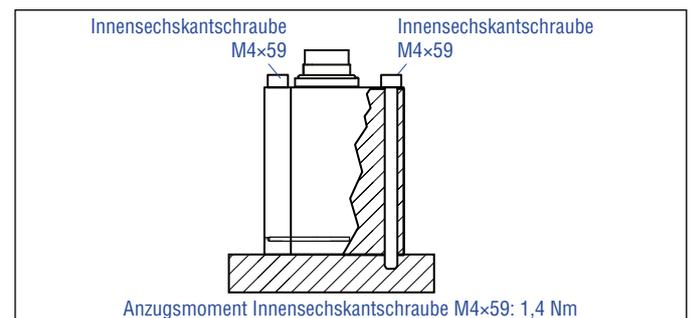

Abb. 22: Befestigung mittels Innensechskant-Schrauben M4x59
3. Montieren Sie das Sensorelektronikgehäuse über die drei Innensechskantschrauben M4x59 aus unmagnetischem Material. Anzugsmoment: 1,4 Nm (Abb. 22). Sichern Sie die Schrauben vor dem Einbau, z.B. mit Loctite 243. Entfernen Sie zuvor die drei Rändelmutter.
2. Montieren Sie das Sensorelektronikgehäuse über drei Innensechskantschrauben M4×59 aus unmagnetischem Material an dem Sensorrohr bzw. am HFP-Profil: Anzugsmoment: 1,4 Nm (Abb. 22). Sichern Sie die Schrauben vor dem Einbau, z.B. mit Loctite 243. Entfernen Sie zuvor die drei Rändelmutter.
- Montieren Sie den Sensor über den Flansch mit den drei Innensechskantschrauben M4x59 aus unmagnetischem Material. Anzugsmoment: 1,4 Nm (Abb. 22). Entfernen Sie vor dem Anschrauben die drei Rändelmuttern.